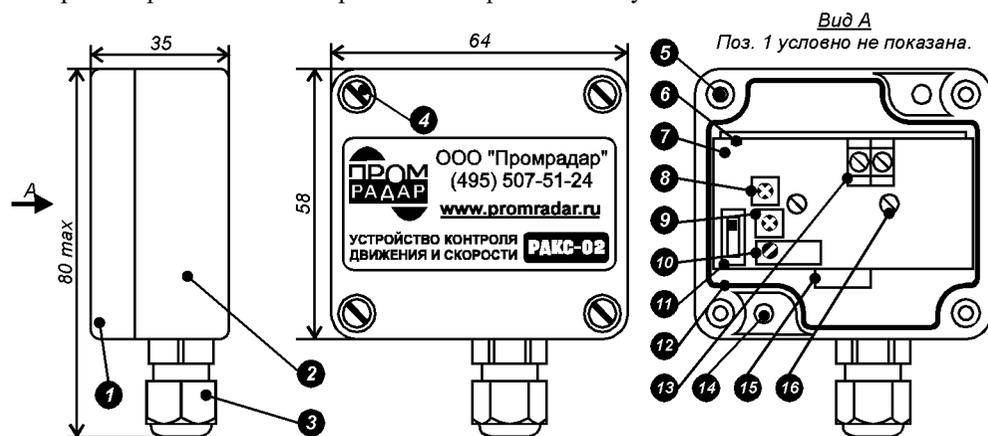

Рис. 1. Конструкция устройства РДКС-02.
**Обозначения органов регулировки устройства, а также направления их вращения и переключения соответствуют рис. 1.**
Устройство может быть сразу включено в цепь блокировки контролируемого объекта так, чтобы при запуске механизма на РДКС-02 через нагрузку сразу же подавалось рабочее напряжение. **Обозначения органов регулировки устройства, а также направления их вращения и переключения соответствуют рис. 1.**
Конструкция РДКС-02 показана на рис. 1. На двух печатных платах 7, соединённых между собой под углом 90°, установлены элементы электрической схемы устройства и приёмо-передающий модуль 15. Платы саморезами 16 крепятся к корпусу 2. Регулятор 9 («Чувствительность») служит для настройки чувствительности устройства, а 8 («Задержка») - для регулировки задержки срабатывания. Если переключатель 11 («Фильтр») находится в нижнем положении, РДКС-02 контролирует наличие/отсутствие движения во всем диапазоне скоростей. Для его сужения (фильтрации посторонних движений) переключатель 11 переводится в верхнее положение (как на рис. 1). Настройка на нужный интервал скоростей производится регулятором 10 («Скорость»). Соединительные провода вводятся через сальник 3 и подключаются к клеммам 13. Светодиоды 6 индицируют режимы работы устройства. Для крепления РДКС-02 служат два отверстия 14 Ø4,2 мм. Корпус закрывается крышкой 1 через уплотнитель 12. Крышка прижимается винтами 4, которые вворачиваются в запрессованные резьбовые втулки 5.